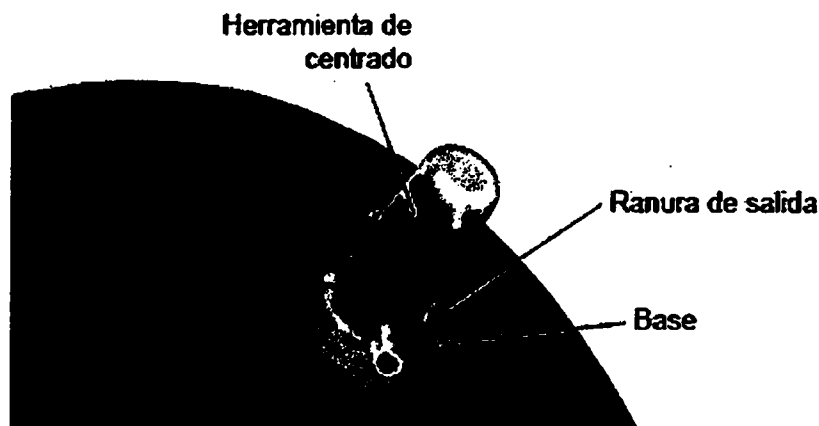

Figura 1. Herramienta de centrado, ranura de salida y base.
2. Sujete la herramienta de centrado (preacoplada a la base) y coloque la base directamente sobre el orificio de trepanación. Si la cubierta para orificios de trepanación se va a utilizar para fijar un electrodo, gire la herramienta de centrado para orientar la ranura de salida en la posición de tunelización deseada (Figura 1).